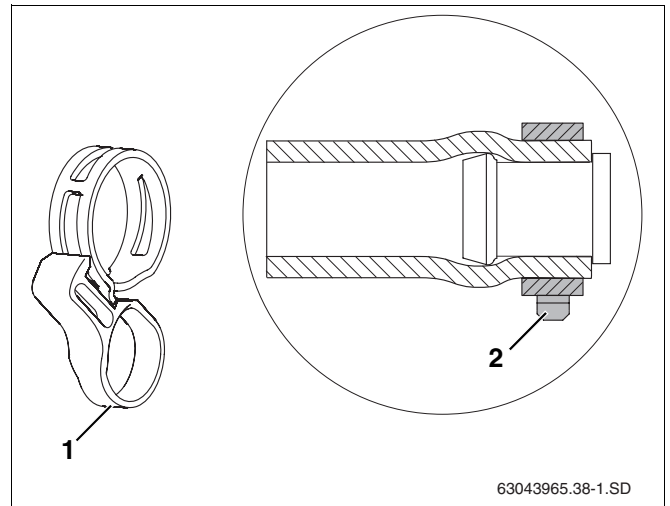

fig. 19 Braçadeira de mola com anel de fixação e no estado montado no tampão cego pré-montado.
- ▶ A posição correcta da braçadeira de mola deve ser impreterivelmente assegurada antes de retirar o anel de fixação (fig. 19, **item 1**) (fig. 19, **item 2**). Soltar posteriormente o anel de fixação com um alicate pode prejudicar a força de tensão.